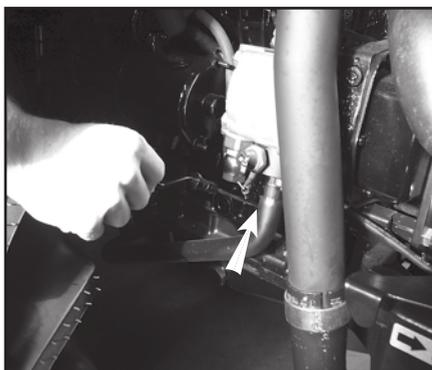
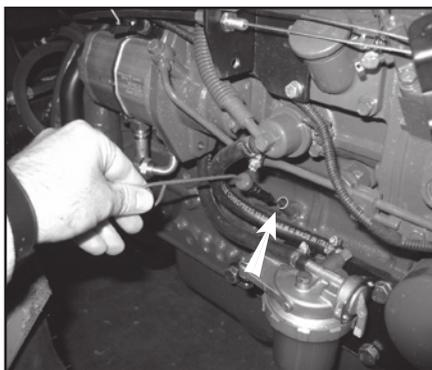

Fig. 6.8
Fig. 6.8.1
- Verificare tutti i livelli dell'olio (Fig.6.8 - Fig.6.8.1) ed eventualmente ripristinare il livello con l'olio del tipo prescritto.